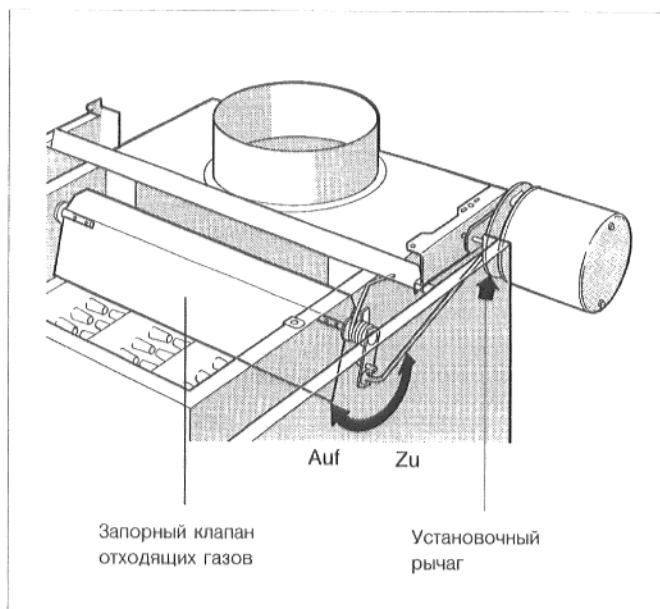

Рис. 16. Запорный клапан отходящих газов
- При запросе о подаче тепла, запорный клапан отходящего газа должен установиться в позицию "AUF" ("ОТКР."). Проверьте это, наблюдая движение установочного рычага (рис. 16). Горелка должна включаться только после достижения конечного положения "AUF".